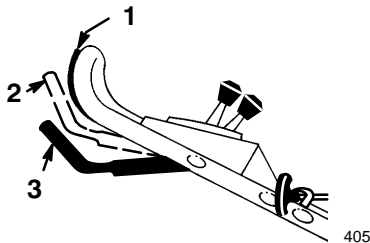

Figure 9
1. Mettre la barre de commande en position de MARCHE/EMBAYAGE (Fig. 9).
3. Pour embrayer la traction, serrer la barre de commande contre le mancheron en position de MARCHE/TRACTION (Fig. 9).
Remarque : Ne pas changer de vitesse quand la barre de commande est en position MARCHE/TRACTION (Fig. 9) sous peine d'endommager la transmission. Laisser la barre de commande descendre en position MARCHE/EMBAYAGE avant de changer la vitesse de traction.